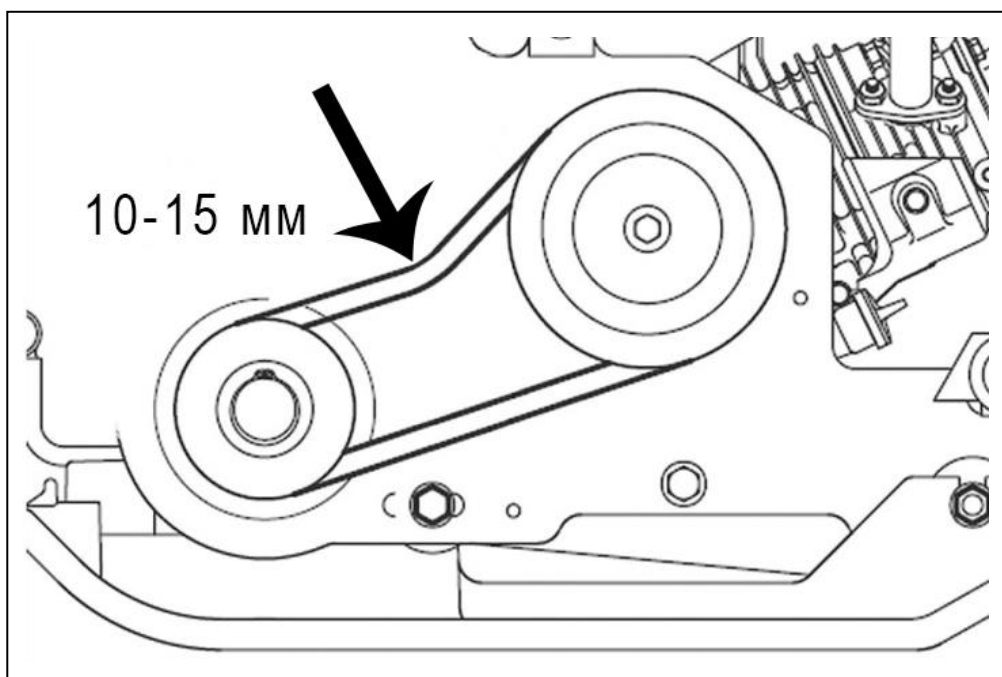

Рис. 22. Проверка натяжения ремней.
3. Проверить натяжение ремней. Правильно натянутый ремень при сильном нажатии пальцем должен прогибаться примерно на 10-15 мм (Рис. 22).